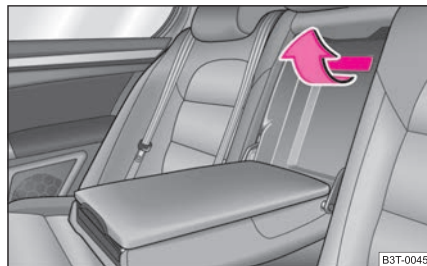

Fig. 104 Asientos posteriores: Asidero de la tapa
- Tire del tirador hacia arriba hasta el tope y abata la tapa hacia abajo ⇒ página 94, fig. 104.